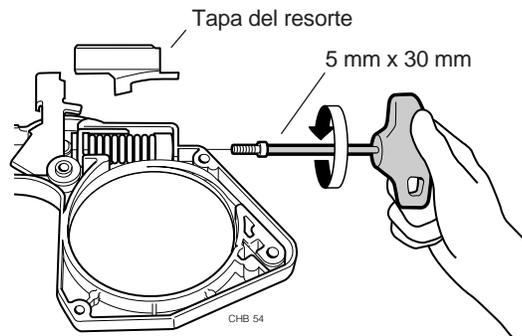

Figura 10.13
Paso 1. Para reducir la tensión del resorte sobre los componentes de la palanca del freno instale y apriete un tornillo alien de 5 mm x 30 mm a través de la parte trasera del cassette y dentro del extremo del soporte del resorte, (figura 10.13)